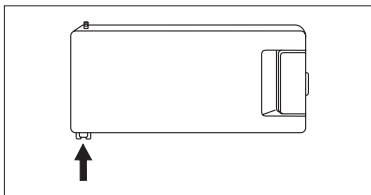

Bild 6
- Gefrierfachtür um 180° drehen und wieder einsetzen. (Bild 6).